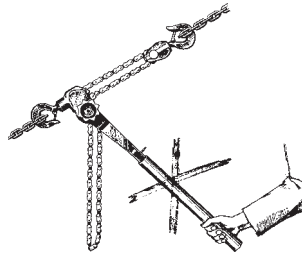

Fig. 2
- Non allungare la leva di comando (Fig. 2)